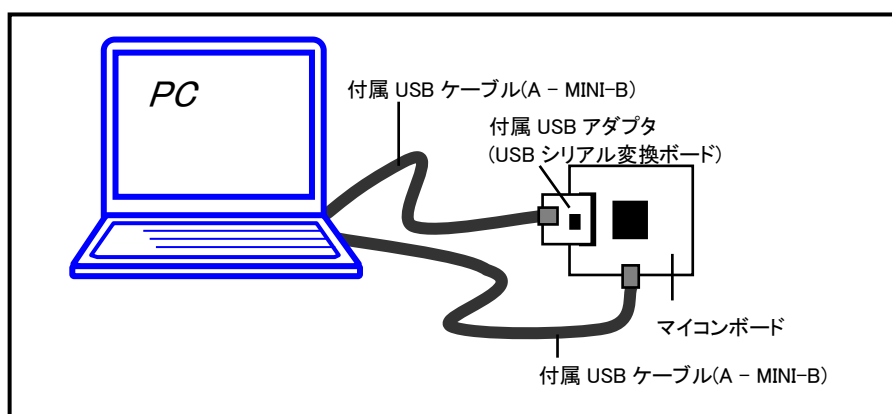

図 5-2 接続設定図
- ②付属の USB-ADAPTER と USB ケーブル(A - MINI-B)を接続してください。
- ③②で準備した USB ケーブル(A - MINI-B)を PC と接続してください。
- ④②で準備した USB-ADAPTER をマイコンボードのフラッシュインタフェース(20pin コネクタ)に接続してください。
- ⑤②で準備した USB ケーブル(A - MINI-B)とは別の USB ケーブル(A - MINI-B)をマイコンボードの J6,PC と接続してください。
- ⑥DC 電源(2P)より 5V 電源を投入してください。
※②～⑤の接続設定については「図 5-2 接続設定図」をご参照ください